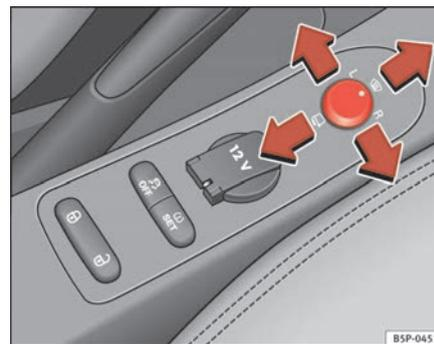

Fig. 90 Commande des rétroviseurs extérieurs ▶
1. Tournez le bouton rotatif ⇒ page 135, fig. 90 en position **L (rétroviseur extérieur gauche)**.
- Tournez la commande vers l'avant, en position centrale ⇒ page 135, fig. 90 , afin que le dégivrage des rétroviseurs se déclenche et que la fonction de pare-brise chauffant* au niveau de la zone de contact des balais soit activée ⇒ page 131.
- Tournez le bouton rotatif ⇒ page 135, fig. 90 en position  pour rabattre les rétroviseurs extérieurs. Pour éviter tout dégât, il est conseillé de toujours rabattre les rétroviseurs extérieurs lorsque vous passez dans une installation de lavage automatique.